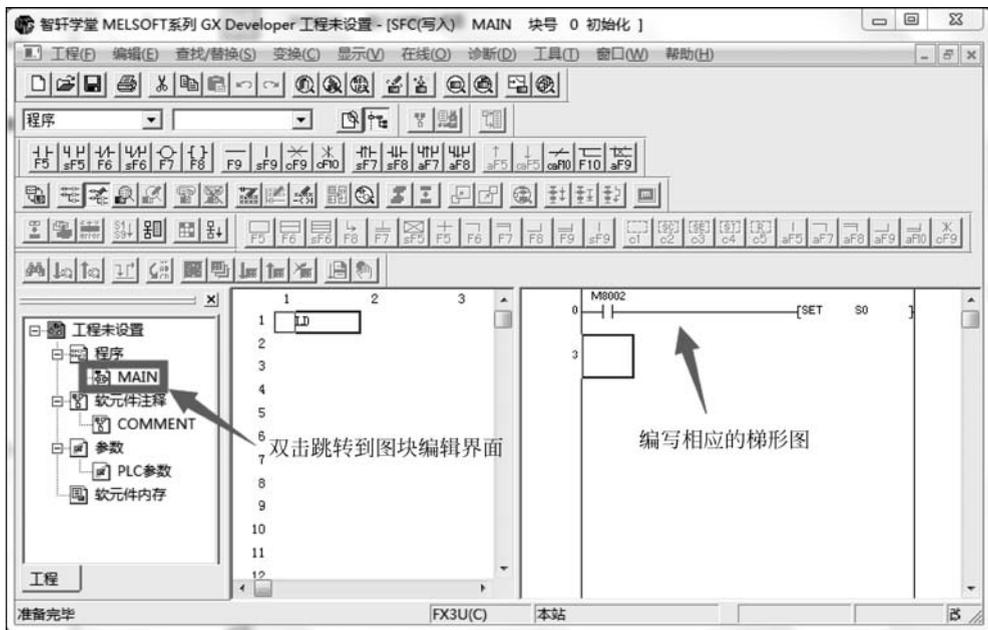

图 5-11 梯形图块编辑界面
⑦ 可以直接在编辑界面的右侧编写梯形图程序,编写完毕之后,单击左侧的工程数据列表,双击“程序”之后双击 MAIN 即可跳转到图块编辑界面,如图 5-11 所示。